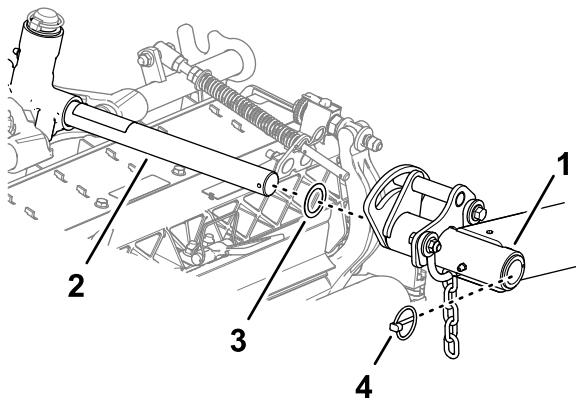

**Figure 18**
2. Insérez la chape du bras de levage sur l'arbre du bâti porteur (**Figure 18**).